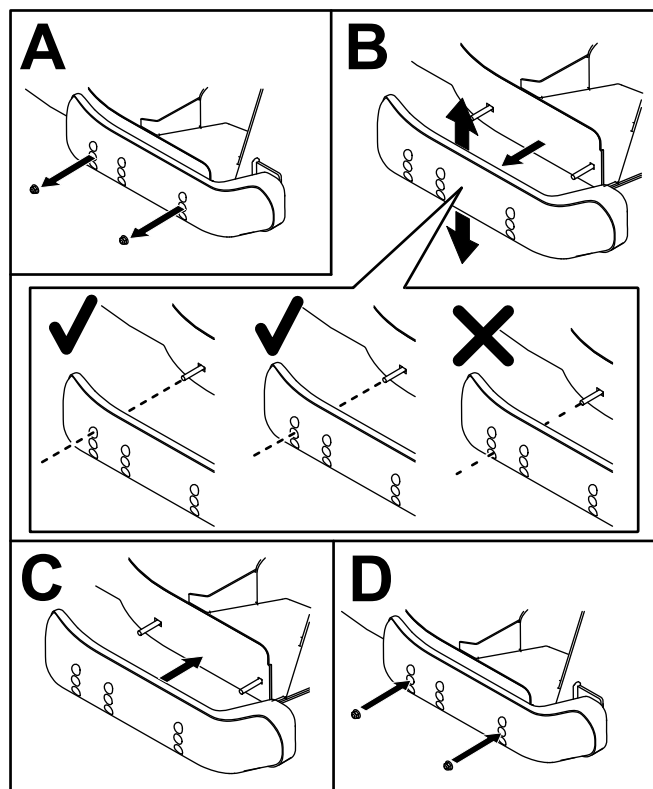

図 15
3. スキッドを希望位置に合わせて、フランジヘッドボルトとナットでカッティングユニットに固定する 図 15。